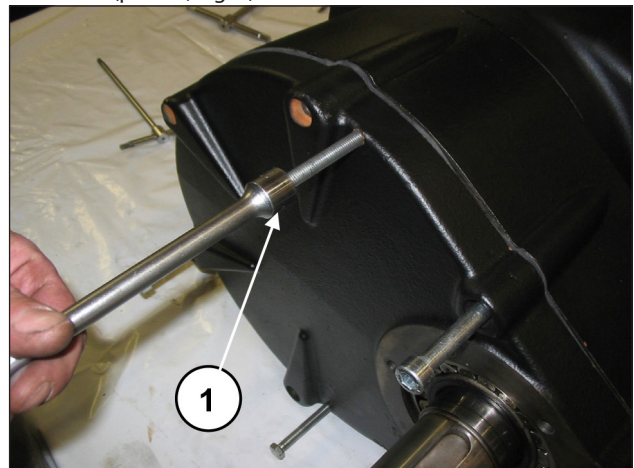
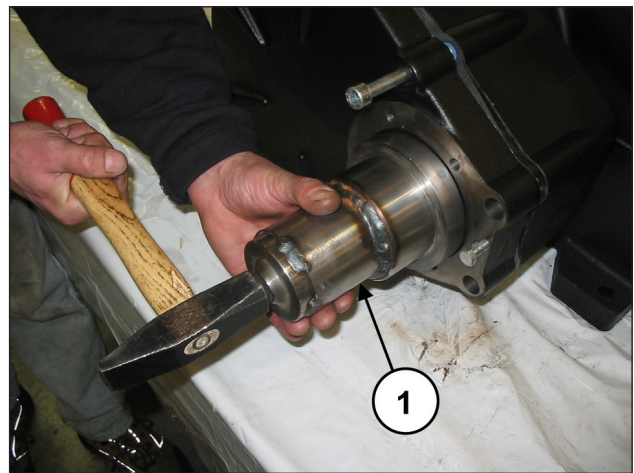

Fig. 8
Fig. 9
Aperte os três grãos rosqueados (pos. ①, Fig. 8), com a função de extrator e, simultaneamente, usando a ferramenta adequada (cód. 27516700), bata no mesmo, de modo que o rolamento permaneça no pinhão durante a extração da cobertura (pos. ①, Fig. 9).